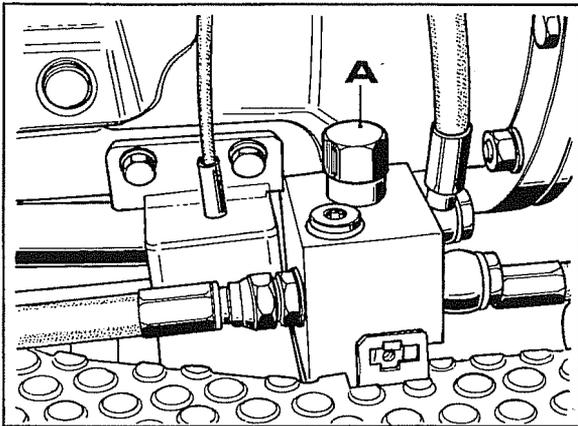

Fig. 1
1. Enlever la protection tunnel central et le flanc sur le côté des pédales des freins, pour découvrir la soupape prioritaire **A** fig.1.